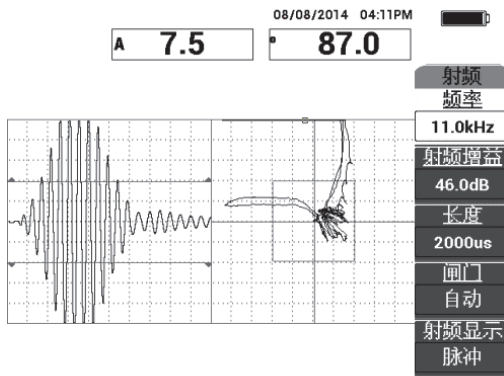

图 6-4 探测远端和近端脱粘缺陷
4. 在远端和近端脱粘的区域上扫查, 然后在继续使用探头扫查脱粘缺陷的过程中, 确保探测到这两个缺陷 ( 参见第 123 页的图 6-4 )。